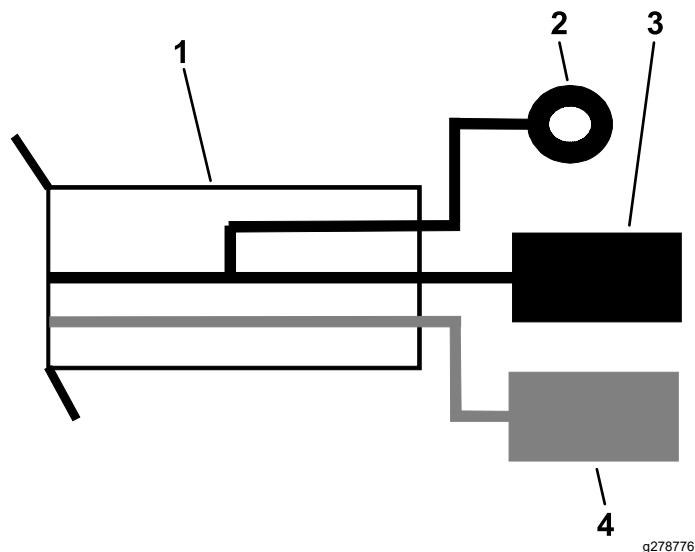

Figure 20
- Reliez le fil de masse noir au fil de masse du faisceau du kit convertisseur de courant (Figure 20).
- Reliez le fil d'alimentation rouge au fil d'alimentation du faisceau du kit convertisseur de courant (Figure 20).